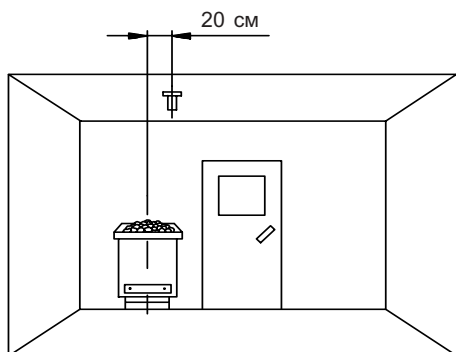

Рис. 6
Обратите внимание, что далее приведенные размеры относятся к значениям, заданным при испытании прибора согласно EN 60335-2-53. Принципиально что, датчик печи должен быть установлен в том месте, где ожидается максимально высокая температура. Общее представление о месте установки датчика дает рис. 6.
1. В cabina с размерами до 2 x 2 м датчик монтируется согласно рис. 6 и 7, а в cabina с большими размерами – согласно рис. 6 и 8.